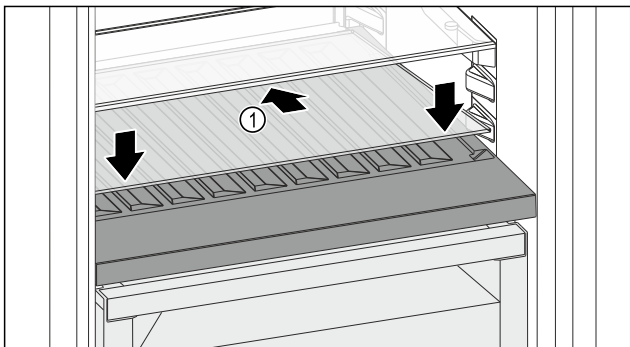

Fig. 99
- ▶ Вставте скляну полицю Fig. 99 (1) під кутом, нахиливши назад і донизу.
- ▶ Опустіть скляну полицю Fig. 99 (1) вперед.